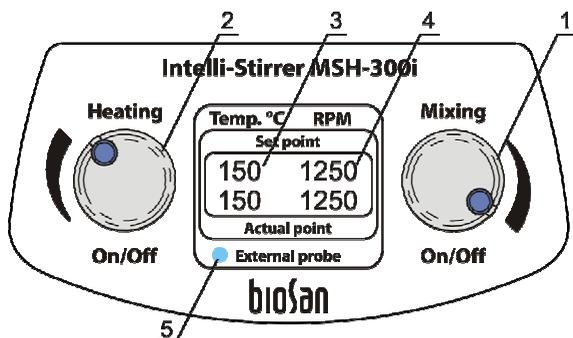

Fig 2. Pannello di controllo
- sulla riga in alto **Set point** comparirà l'indicazione della modalità di temperatura (OFF) o la temperatura precedentemente impostata (fig.2/3) di un liquido o di una superficie di riscaldamento (se la sonda esterna è attiva) e la velocità impostata dell'elemento magnetico di agitazione (fig.2/4);
- 4.5. Avviare il riscaldamento portando la manopola **Heating** (Fig. 2/2) in posizione **On** e impostare la temperatura desiderata (in un intervallo compreso tra 30 e 330°C).
Da questo momento, il controllo della temperatura avviene mediante la sonda esterna e, sul pannello di controllo si accende l'indicatore luminoso della sonda esterna (fig.2/5).
Avviare il riscaldamento portando la manopola **Heating** (Fig. 2/2) in posizione **On** e impostare la temperatura del liquido desiderata (in un intervallo compreso tra 20 e 150 °C).
Attenzione! Se l'indicatore luminoso (Fig. 2/5) lampeggia significa che la sonda esterna non è immersa nel liquido e che la temperatura della piastra ha raggiunto il valore massimo di 340°C. Ciò può portare ad una situazione di emergenza, quindi immergere la sonda esterna nel liquido oppure spegnere l'unità.
- 4.8. Avviare la modalità di miscelazione portando la manopola **Mixing** (Fig. 2/1) in posizione **On** e impostare la velocità desiderata (in un intervallo compreso tra 100 e 1250 rpm).